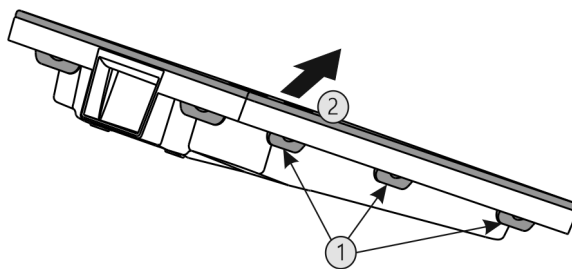

Fig. 42
- ▶ Stlačte za sebou všechny západky Fig. 42 (1) a sejměte kryt Fig. 42 (2).